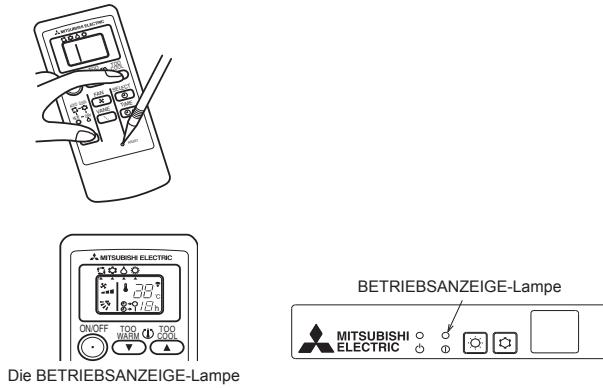

Fig. 9-4
9.3.2. Fernbedienung [Nur SLZ-KA-VAL(2)] (Fig. 9-4)
- ① Schalten Sie die Stromversorgung ein (ON).
- ② Drücken Sie bei gehaltenen Tasten MODE SELECT und TOO COOL an der Fernbedienung die Taste RESET.
- ③ Lassen Sie die RESET-Taste los.
- ④ Lassen Sie die beiden anderen Tasten los. Nach drei Sekunden werden alle Einträge im LCD angezeigt.
- ⑤ Übertragen Sie das Signal von der Fernbedienung mit einem Druck auf die Taste OPERATE/STOP (ON/OFF) (Betrieb/Stop) an der Fernbedienung.